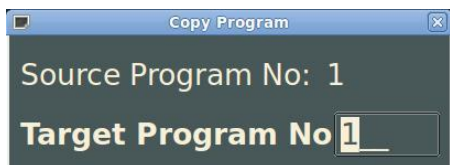

Рис. 85 Диалоговое окно копирования программы
- Появится окно с номерами исходной и целевой программ (Рис. 85).